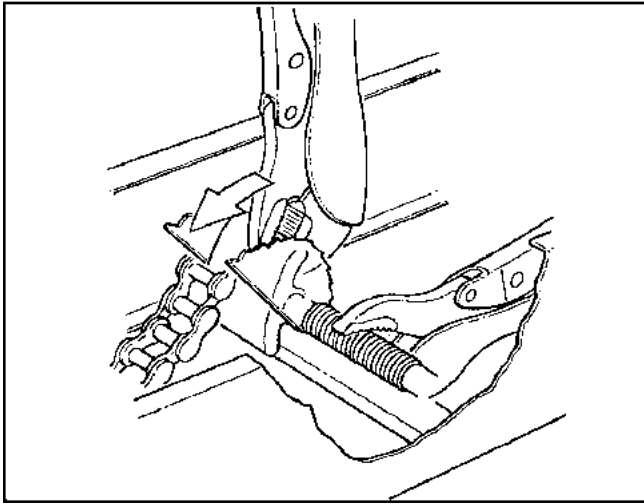

Figure 7-10 Retrait du bloc coulissant de l'assemblage de came
2. Tourner l'assemblage de came du tendeur dans le sens de resserrement de la torsion du ressort. Pousser l'assemblage vers le bas le plus près possible du moufle du galet de la came, situé au fond du châssis. Le fixer à cet endroit à l'aide de la pince-étau 10 CR ou de pinces semblables comme illustré à la figure 7-10 et retirer la chaîne d'entraînement.
3. À l'aide de pinces, retirer le bloc coulissant de la came comme illustré à la figure 7-10.